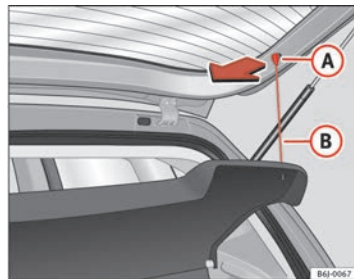

Fig. 86 Pianale portaoggetti
- Sganciare i tiranti ⇒ **fig. 86** **B** dagli alloggiamenti **A**